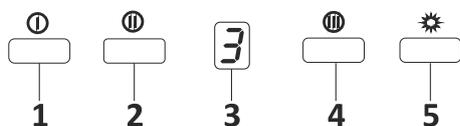

Fig. 14: Bouton de forage à 3 vitesses
1. ➔ Appuyez ce bouton pour allumer le produit. Le produit fonctionne également à la première vitesse lorsque ce bouton est appuyé. Fig. 14
2. ➔ Le produit fonctionne à la deuxième vitesse lorsque ce bouton est appuyé. Fig. 14
3. ➔ Écran de suivi : vous pouvez suivre la vitesse à laquelle le produit fonctionne sur cet écran. Fig. 14
4. ➔ Le produit fonctionne à la troisième vitesse lorsque ce bouton est appuyé. Fig. 14
5. ➔ Appuyez ce bouton pour allumer et éteindre la lampe. Fig. 14
6. ➔ Si vous appuyez sur tous les boutons de fonctionnement du moteur et les maintenez enfoncés pendant plus de 2 secondes, vous déclenchez une fonction de minuterie de 15 minutes. Un signal s'affiche au démarrage de la minuterie et le moteur s'arrête automatiquement après 15 minutes. Fig. 14